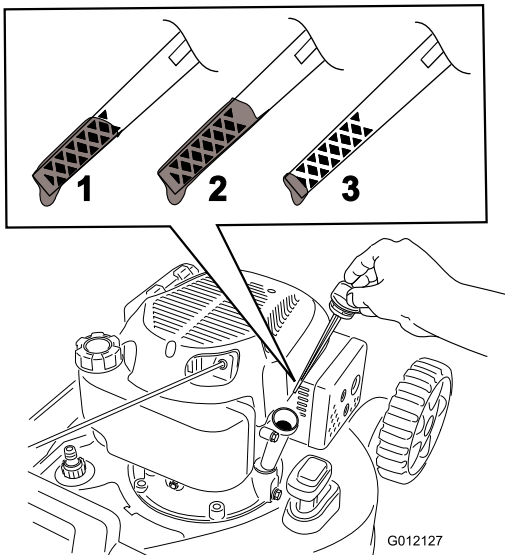

Рисунок 6
2. Извлеките масломерный щуп (Рисунок 6) и заполните маслом примерно 3/4 емкости картера через маслозаливную горловину.
5. Выньте масломерный щуп и проверьте уровень масла по щупу (Рисунок 6).